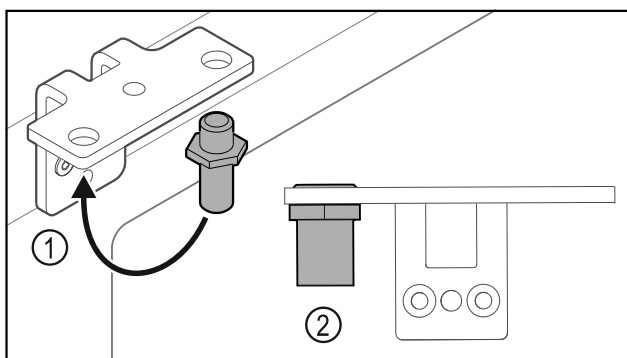

Fig. 38
- ▶ Sworznie Fig. 38 (1) przłożyć do zawiasu.
- ▶ Sworznie Fig. 38 (2) dokręcić z **momentem obrotowym 12 Nm**.